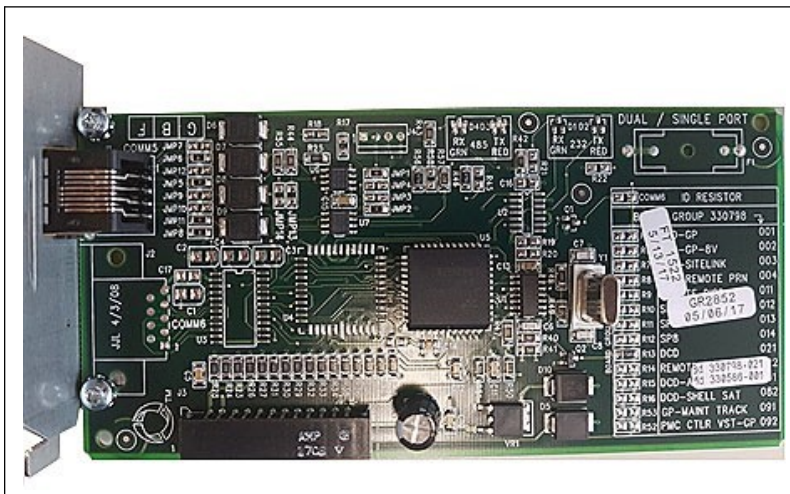

Abbildung 5. Single Port RS-485 Modul für TLS-350R - DCD Konfiguration
- DIS-51 Interface Module für TLS-350, verfügt über einen RS-485 Anschluss, Best. Nr. 330799-001 (siehe Abbildung 5).